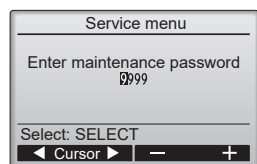

Fig. 7-3
- ① Sélectionnez "Service" dans le menu général puis appuyez sur le bouton [SELECT/HOLD]. (Fig. 7-3)
- ② Lorsque le menu SAV est sélectionné, une fenêtre vous invitant à saisir le mot de passe apparaît. (Fig. 7-3)